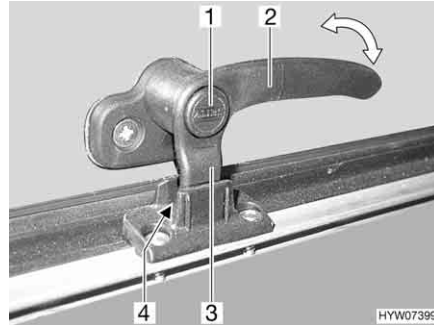
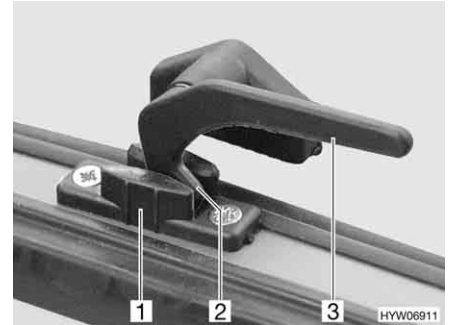

Bild 95 Verriegelungshebel mit Sicherungsknopf in Stellung "Dauerbelüftung"
Bild 96 Verriegelungshebel in Stellung "Dauerbelüftung"
- in Stellung "Dauerbelüftung" (Bild 95 und Bild 96)
- Wenn vorhanden, Sicherungsknopf (Bild 95,1) drücken und gedrückt halten.
- Den Verriegelungshebel (Bild 95,2 oder Bild 96,3) eine viertel Umdrehung zur Fenstermitte hin drehen.
- Den Verriegelungshebel wieder zurückdrehen. Die Verriegelungsnase (Bild 95,3 oder Bild 96,2) am Verriegelungshebel dabei in die Ausparung der Fensterverriegelung (Bild 95,4 oder Bild 96,1) einfahren.
- Wenn vorhanden, Sicherungsknopf (Bild 95,1) loslassen.